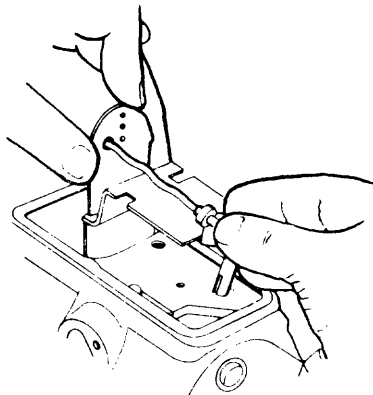

Fig. 1
- d Retire la válvula dosificadora, el mecanismo de accionamiento y los tornillos de fijación (fig. 1).